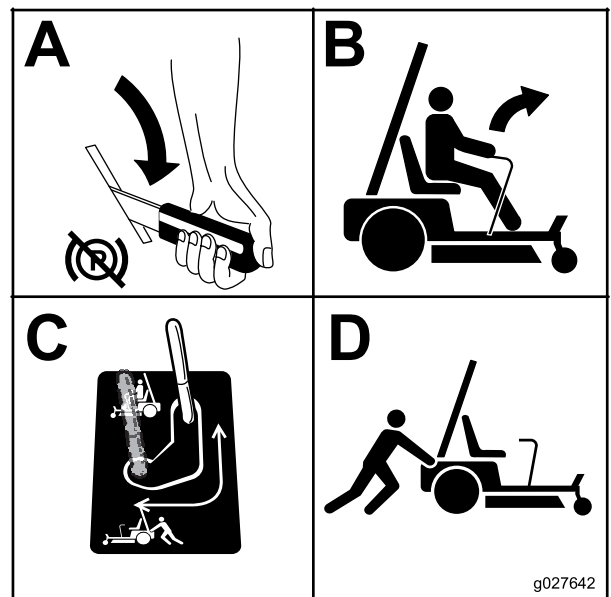

Figure 28
3. Répétez cette procédure de chaque côté de la machine Figure 28.
Placez la dérivation à la position voulue pour utiliser la machine (Figure 28) et engager les moteurs des roues.